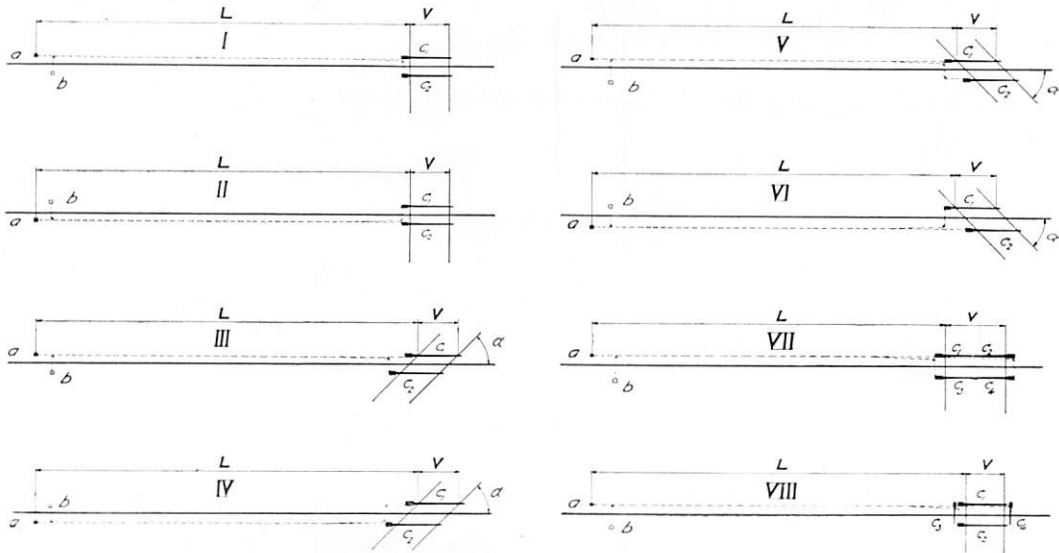

Bild 4. a resp. b vindspel.
- 3) Å vilken bom (se bild 4), lykta och ringverk skola anordnas, eller om lykta och ringverk undantagsvis skola uppsättas på båda bommarna.
- 5) Plananordning enligt någon av skisserna I—VI, a resp. b å bild 4, längderna L och V samt ungefärlig storlek å vinkel α .